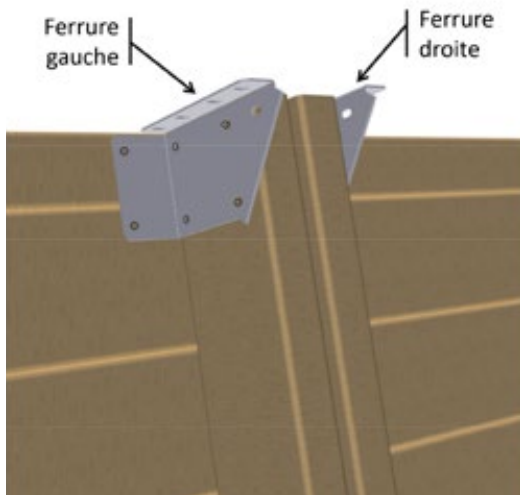

Figure 17 – Mise en place des ferrures en haut des jambes de force
- En haut des jambes de force, mettez en place huit ferrures « droite » et huit ferrures « gauche » du kit « Éléments de fixation » selon la **Figure 17**. Utilisez 6 vis penture torx 6 × 20 en inox A2 (sachet G) par ferrure, soit un total de 72 vis.